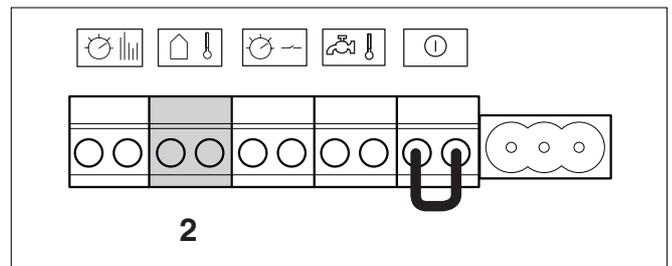

Fig. 31 Sonda esterna – morsettiera (collegamento di colore blu)
- Collegare la sonda esterna al **morsetto blu** (fig. 31, **pos. 2**). Utilizzare un cavo elettrico bipolare da 0,4 – 0,75 mm2, schermato se passa insieme a cavi elettrici in tensione.